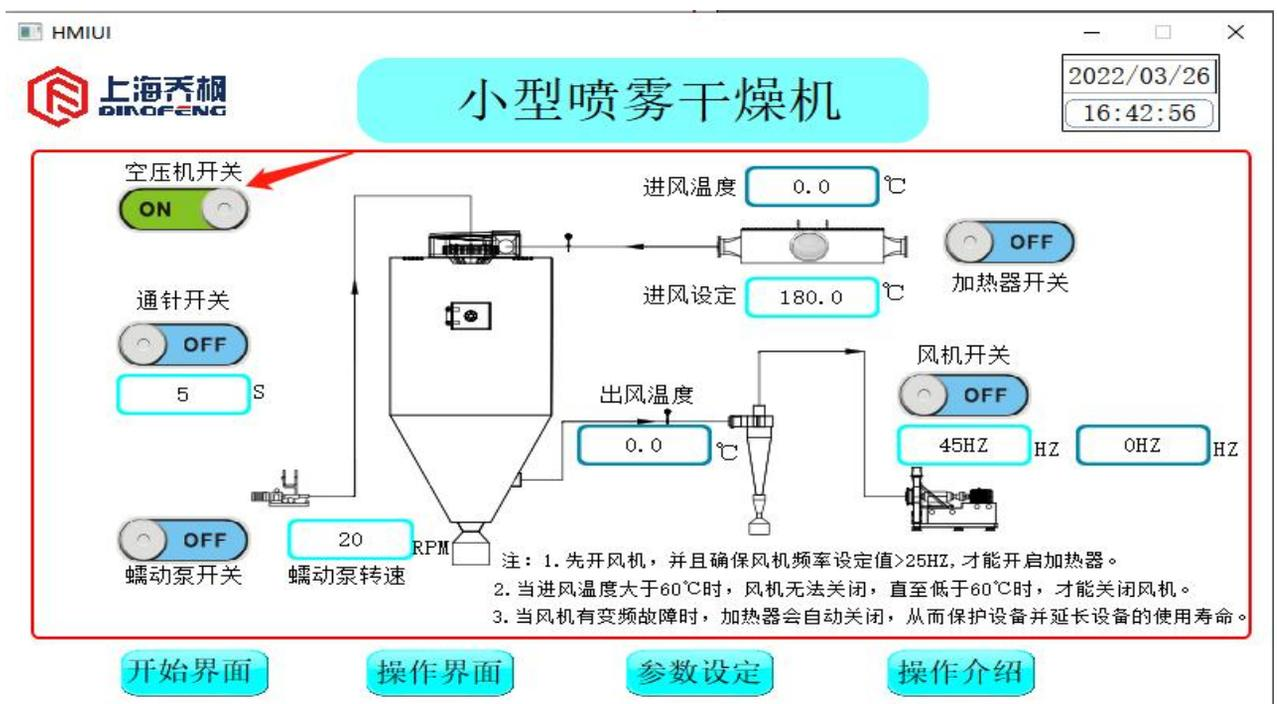

图 10
(8) 点击“空压机开关”1, 开启空压机。显示状态如图 10 所示。